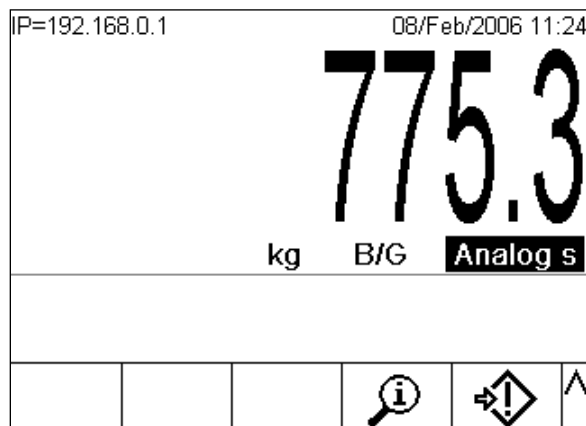

Figura 1-3: Pantalla inicial IND780 que muestra la tecla programable de extracción de información
1. En la pantalla inicial (Figura 1-3), presione la tecla programable EXTRACCIÓN DE INFORMACIÓN (comúnmente en la segunda fila de teclas programables).